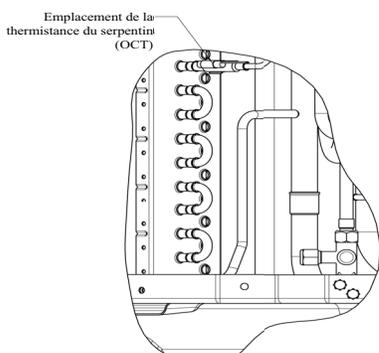

**Fig. 27 – Emplacement de montage de la thermistance d'air extérieur**
**IMPORTANT:** La thermistance d'air extérieur et la thermistance du serpentin doivent être montées en usine à leurs emplacements finaux. Vérifiez que les thermistances sont montées de façon adéquate (consultez la Fig. 27, la Fig. 28 et la Fig. 29).
La thermistance d'air extérieur est une résistance de 10 kΩ utilisée pour les systèmes multifonctionnels. Elle fournit la température de l'air extérieur au module de commande principal et à l'interface utilisateur. Elle est essentielle pour contrôler le système et sert dans presque tous les modes de fonctionnement. Le capteur est monté dans le boîtier de commande conformément à la Fig. 27.